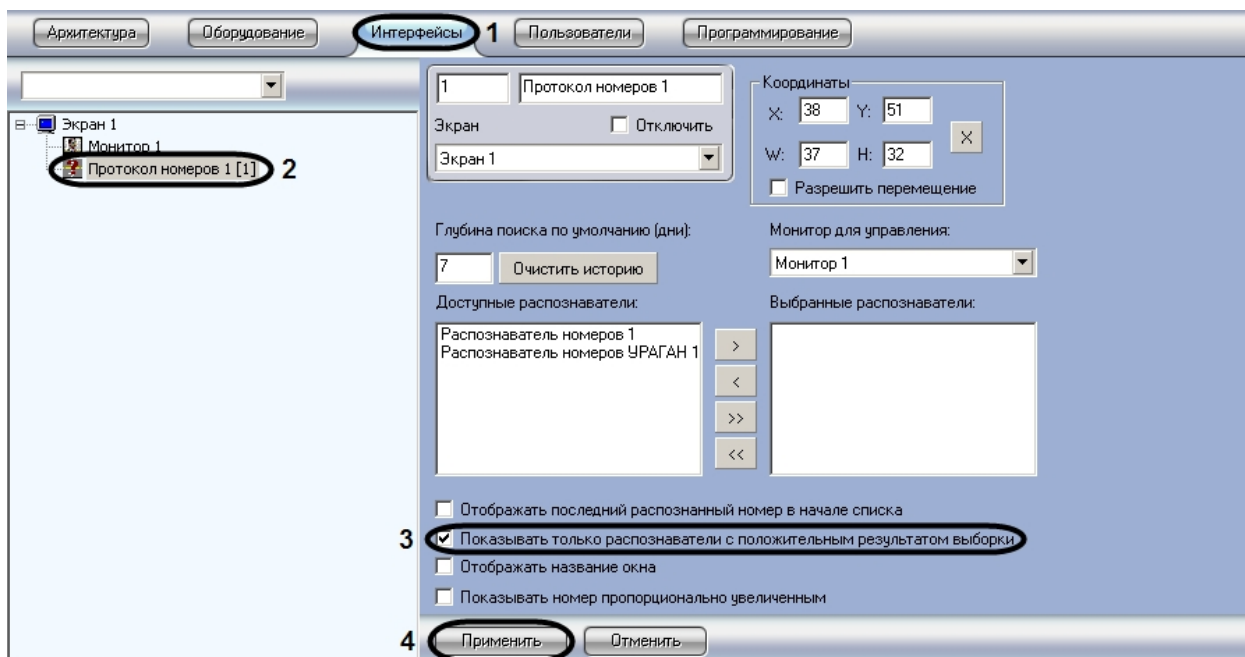

Рис. 93. Активирование функции отображения только распознанных номеров
1. Перейти на вкладку «Интерфейсы» диалогового окна «Настройка системы» (см. Рис. 93, 1).
2. Выбрать в дереве объект «Протокол номеров» (см. Рис. 93, 2).
3. Активировать флажок «Показывать только распознаватели с положительным результатом выборки» (см. Рис. 93, 3).
4. Нажать кнопку «Применить» для сохранения настроек (см. Рис. 93, 4).